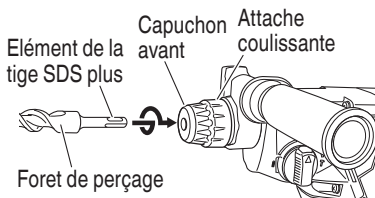

Fig. 7
3. Montage du foret de perçage (Fig. 7, 8)
- (1) Nettoyer la section de la queue du foret de perçage.
- (2) Insérer le foret de perçage en le tournant dans le porte-outil jusqu'à ce qu'il se verrouille en position. (Fig. 7)